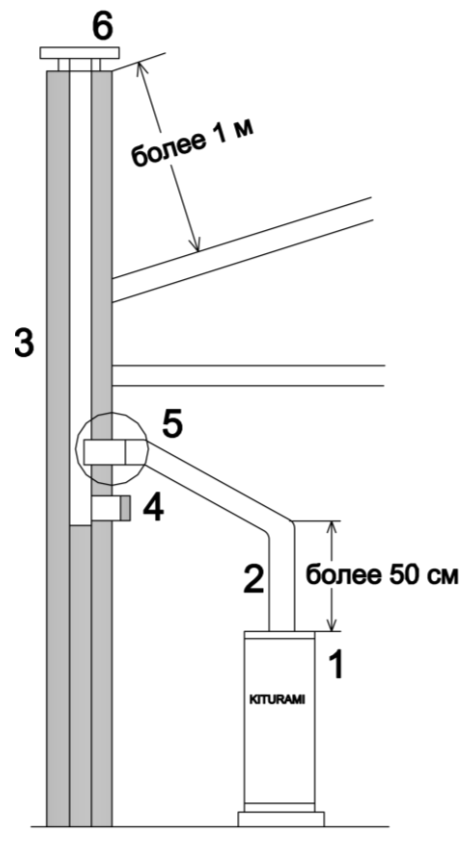

Рис. 21
### 2. Дымоход здания. (Рис. 21.)
2.1. Дымоход здания должен обеспечивать отвод продуктов сгорания в полном объеме. Дымоход здания показан на **рис. 21.:**